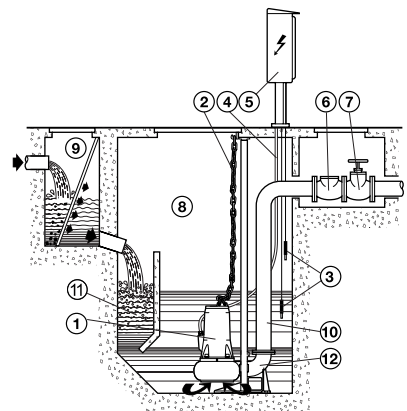

Abb. 6
- fest, mit Elektropumpe positioniert auf dem Stützfuss, festgemacht am Boden des Abflussschachtes oder Sammelbeckens (Abb.6).
5.2.2 FESTE INSTALLATION MIT AUTOMATISCHER ANKUPPLUNG AUF DEM STÜTZFUSS (ABB. 6)
Für die Elektropumpen ohne integrierten Schwimmerschalter ist die Installation eines Kontrollsystems, mittels Sonde (Abb. 6), oder anderer Apparaturen, welche das Minimalniveau der Flüssigkeit garantieren und welche die Elektropumpe gegen einen Trockenlauf schützenden, erforderlich.